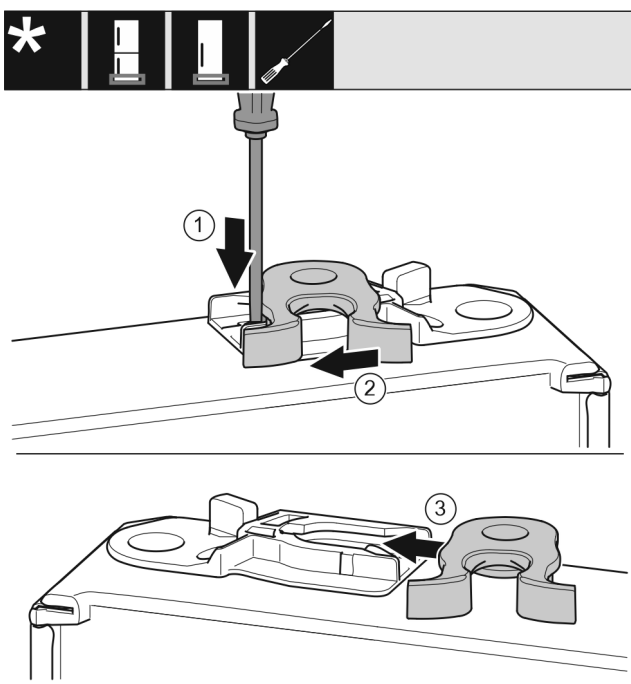

Fig. 18
- Tryck ner skenan Fig. 18 (1) med spårskruvmejsel.
- Dra stängningskroken Fig. 18 (2) ur styrningen.
- Skjut in stängningskroken Fig. 18 (3) på styrningens andra sida.